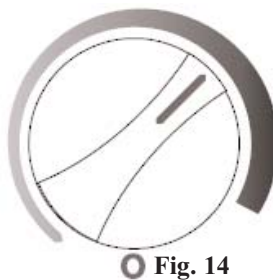

Fig. 14
- Lorsque le refroidissement maximal est réalisé, retournez la commande de thermostat sur l'échelle bleue foncée à la position équivalente à 2 heures sur la face d'un cadran. Voir la Fig.14.